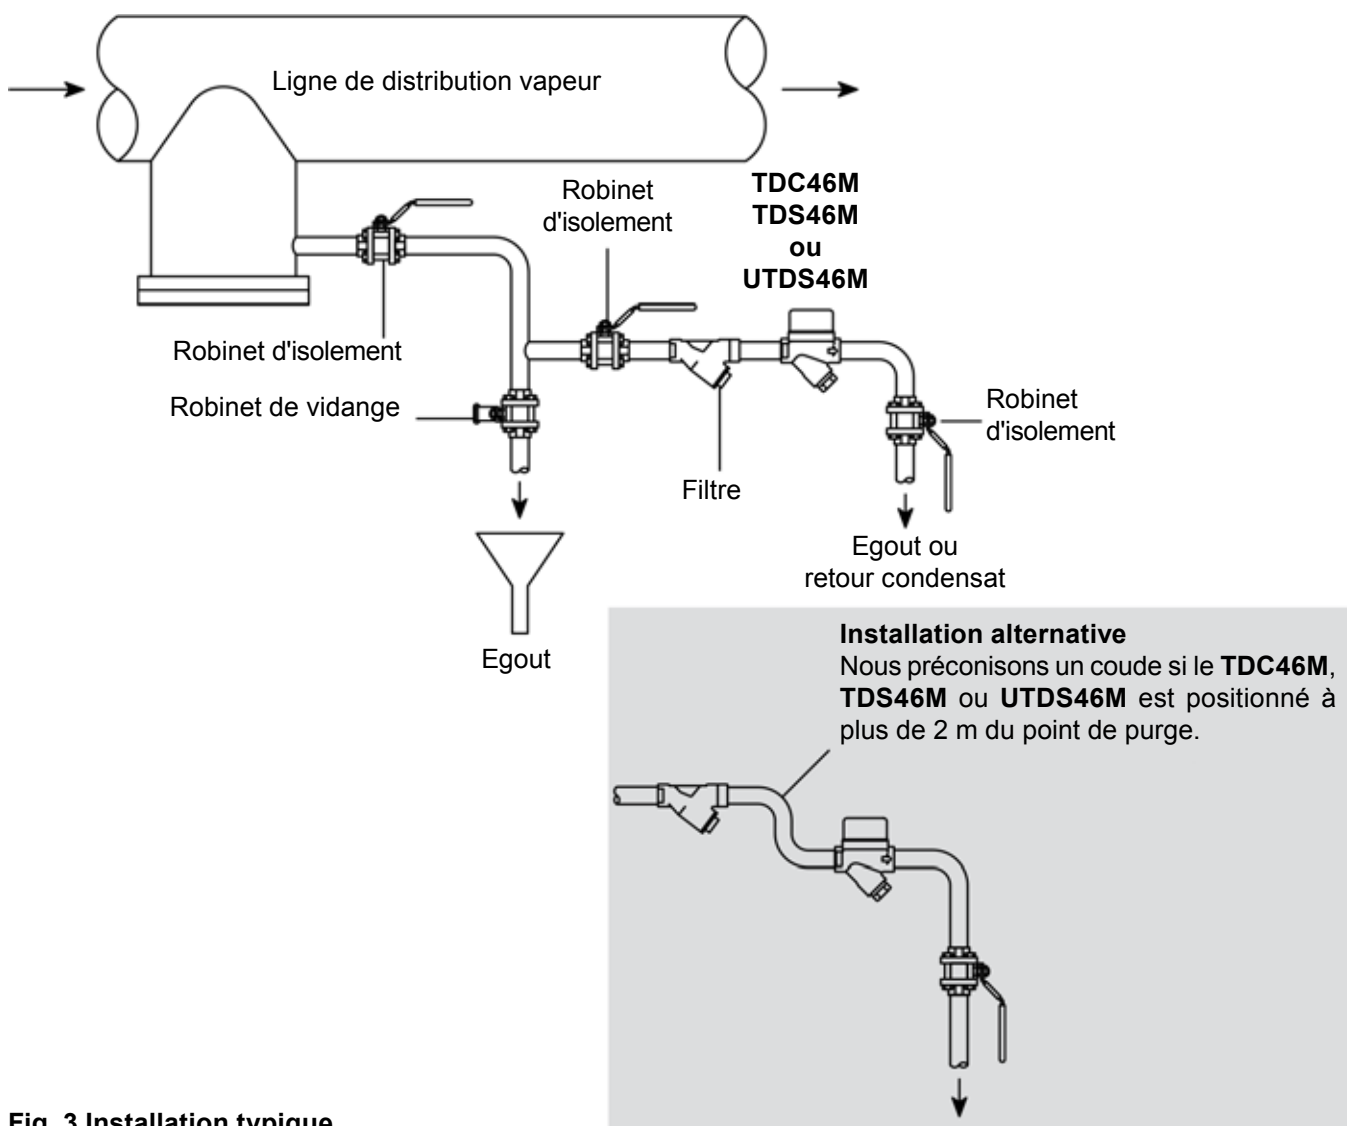

Fig. 3 Installation typique
- 3.2** Déterminer le sens d'écoulement du fluide et la bonne implantation pour l'appareil. Le sens d'écoulement du fluide est clairement marqué sur le corps du purgeur ou sur le connecteur universel. Une installation typique est représentée sur la Figure 3, page 9.